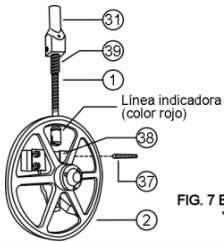

FIG. 7 ENSAMBLE DE LA POLEA SUPERIOR Y LA CAMPANA DE TENSION
- 2.- Sostenga la polea superior (2) con la mano izquierda y con la derecha gire la manivela de tensión (18) hasta sacarla del birlo tensor o perno indicador (1).
- 3.- Deslice la polea superior (2) hacia abajo hasta sacarla de las guías de tensión (32) y retírela de la sierra, tenga cuidado, este es un componente pesado y sí se le cae puede causarle un accidente.
- 4.- La polea superior (2) esta ensamblada al sub-ensamble del tensor (vea fig. 7). Desensamble quitando el perno para horquilla (37) con sus manos, esto le permitirá quitar la campana(31), el resorte(39), el perno indicador(1) y la horquilla(38). Limpie estas partes usando un cepillo suave y detergente después enjuague con agua. Asegúrese de quitar todo el desperdicio de las pistas de la polea